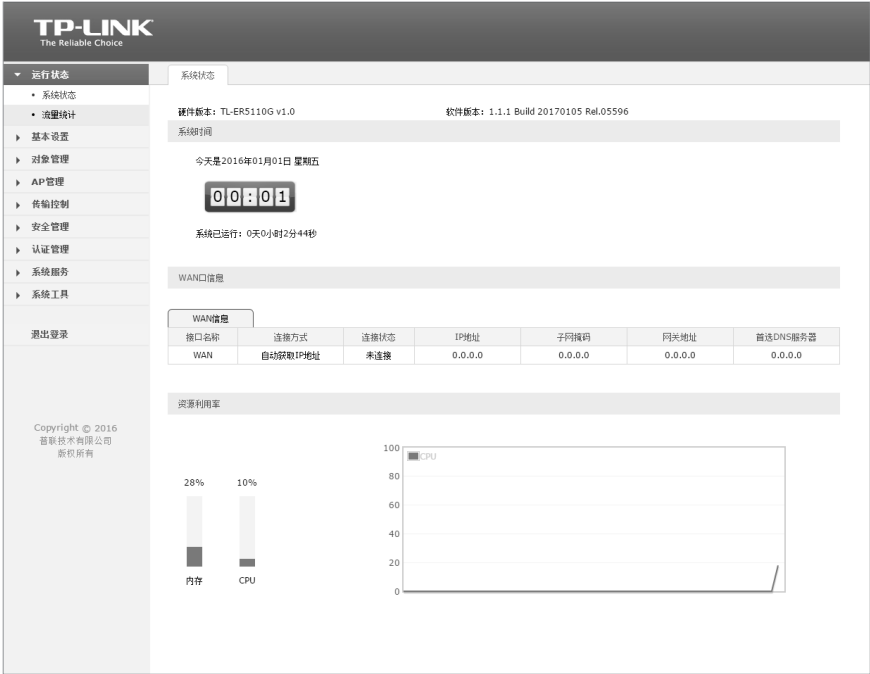

图4-3 路由器管理界面首页
5. 经过上述步骤即可成功登录路由器管理界面, 如图4-3所示(以TL-ER5110G为例)。点击左上角的本公司的商标, 可以访问本公司主页 (<http://www.tp-link.com.cn>) ; 点击页面左侧的主菜单栏即可进行相应功能的设置。